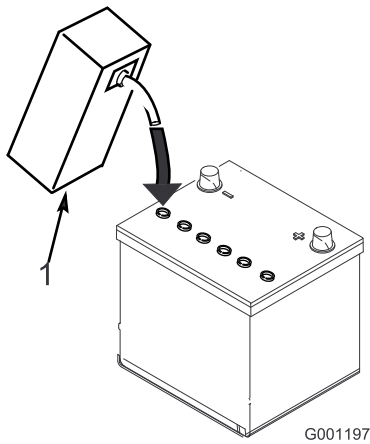

Bild 7
- Füllen Sie vorsichtig Elektrolyt in jede Zelle ein, bis die Platten ungefähr mit 6 mm Flüssigkeit bedeckt sind (Bild 7).
4. Lassen Sie die Elektrolytflüssigkeit für 20 bis 30 Minuten in die Platten durchtränken. Füllen Sie nach Bedarf auf, um den Elektrolytstand auf ungefähr 6 mm unter den Einfüllstutzen anzuheben (Bild 7).